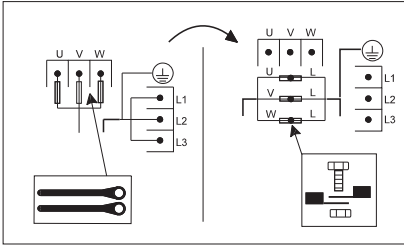

Рис. 32 Переключение насоса типа «Е» из нормального режима работы в аварийный
3. Подсоедините провода, как показано на рис. 32.